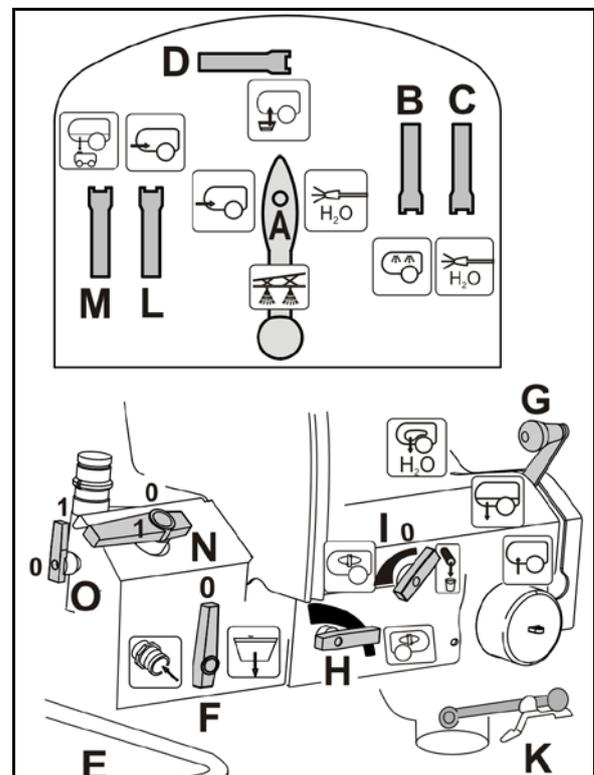

Fig. 147
Limpiar diariamente el filtro de aspiración (Fig. 147) después de limpiar la pulverizadora de campo.
1. Soltar la tapa del filtro de aspiración (Fig. 147/2).
2. Retirar la tapa con filtro de aspiración (Fig. 147/3) y limpiar con agua.
6. Soltar la tapa del filtro de aspiración (Fig. 147/2).
7. Accionar la válvula de descarga del filtro de aspiración (Fig. 147/1).
8. Retirar la tapa con filtro de aspiración (Fig. 147/3) y limpiar con agua.